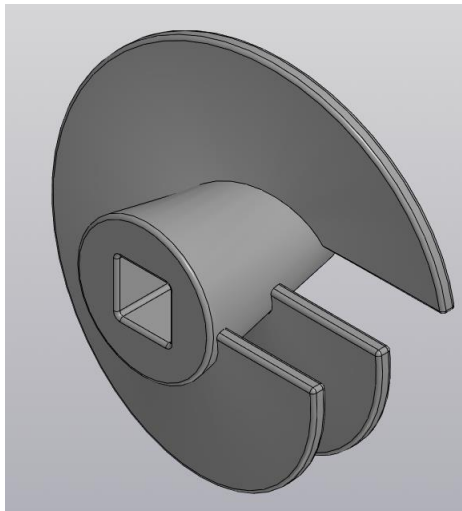

Рис. 60.
12. Сохраните модель, которая имеет окончательный вид (рис. 60).